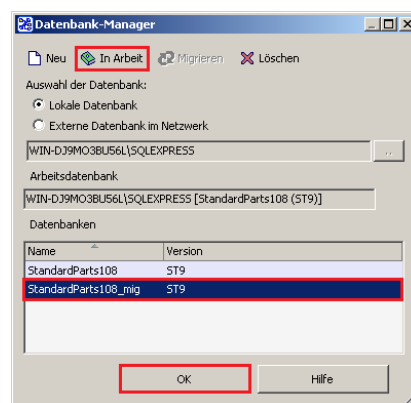

Abbildung 26
- 8.3. Nach Abschluss der Migration sehen Sie in der Spalte *Version*, dass sich der Versionsstand der Datenbank auf die aktuelle Version (hier: ST9) geändert hat (Abb. 26).
- 8.4. Wählen Sie die soeben migrierte Datenbank und legen diese mit einem Klick auf den Button *Arbeitsdatenbank* als solche fest und bestätigen die Änderungen mit einem Klick auf *OK* (Abb. 26).